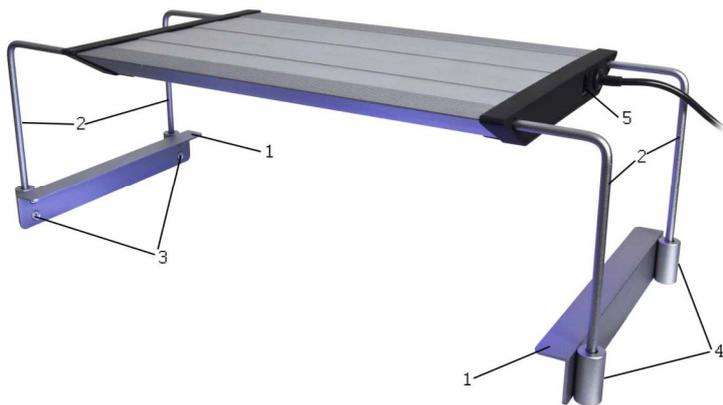

Abb. 2: aquarius plant mit Aquarienbefestigung
- Aquarienbefestigung (siehe Abb. 2)
Die Haltewinkel (Abb. 2, Nr. 2) werden in die Führungsschienen der aquarius plant geschoben. Danach stellt man die gewünschte Höhe mit Hilfe der Inbusschrauben in den seitlichen Führungen (Abb. 2, Nr. 4) der Halteprofile ein. Ein Inbusschlüssel zum Feststellen ist im Lieferumfang enthalten. Die Profile (Abb. 2, Nr. 1) werden auf die Seitenscheiben des Aquariums gesetzt. Den erforderlichen Abstand erreicht man durch Verschieben der Haltewinkel in den Führungsschienen der **aquarius plant**.
Die **aquarius plant** kann an jede Schukosteckdose, zur Automatisierung auch an eine Schaltuhr angeschlossen werden. In dem Fall werden alle LEDs gleichzeitig an- oder ausgeschaltet. Eine getrennte Ansteuerung der sechs Kanäle ist mit Hilfe des Steuergerätes **aquarius control (Art.-Nr. 87700)** möglich. **Dieses wird an die Steuerbuchse (Abb. 2, Nr. 5) der aquarius plant angeschlossen.** Mit Hilfe des als Zubehör erhältlichen Y-Kabel (Art.-Nr. 87701) können mehrere aquarius plant mit nur einem Steuergerät betrieben werden.